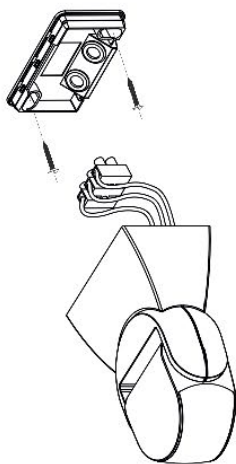

Figura 2
- 3 Fissare la base con le viti ad espansione nel punto scelto (vedi Figura 2).